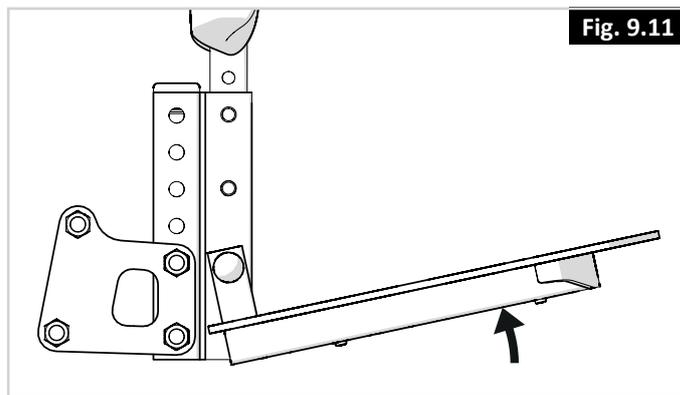

Fig. 9.11
1. Sistemare l'appoggiapiedi all'inclinazione desiderata (Fig. 9.11).